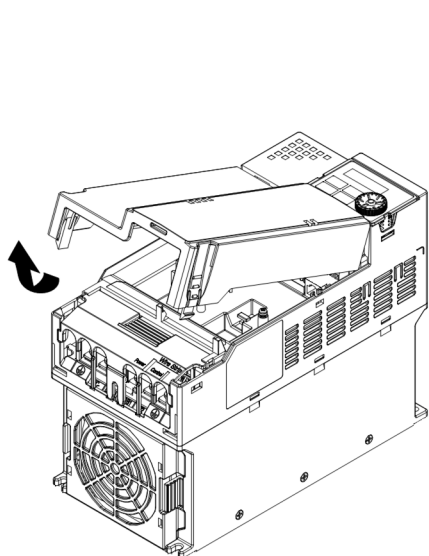

图 8-32
1. 关闭变频器电源，取下变频器上盖，如图 8-32 所示。